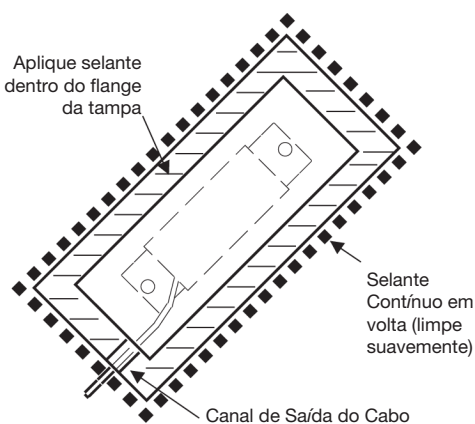

Figura 4-8. Tampa Ambiental.
11. Vide Figura 4-8. Aplique um fio generoso de selante no flange interno da tampa ambiental. Adicione selante extra ao canal de saída do cabo.